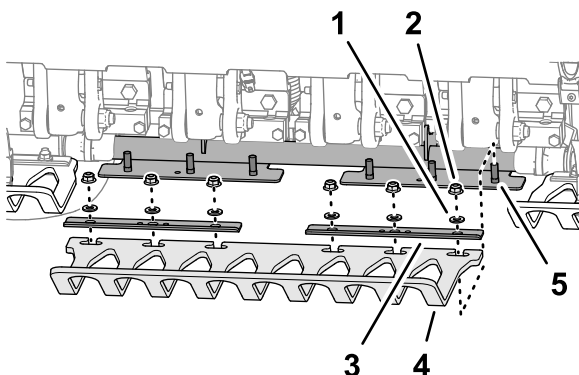

Figure 39
**Remarque:** À la livraison de la machine, les barrettes de fixation des protège-gazon, les rondelles et les écrous à embase sont fixés sur les supports des protège-gazon (Figure 39).